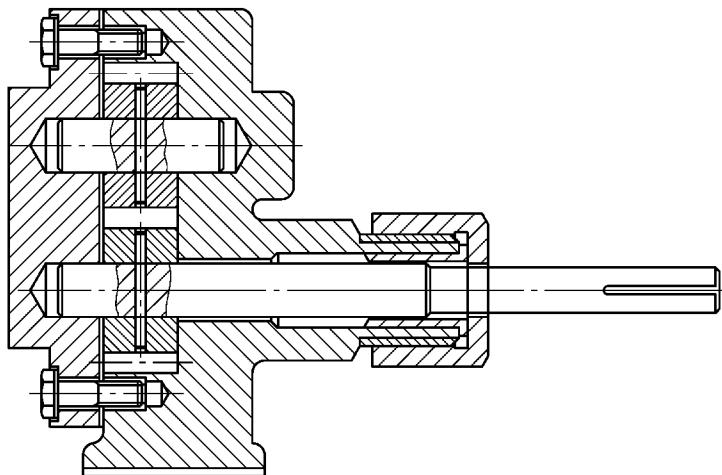

图 12-23 插入另一个六角头螺栓
- 19) 同 18) 插入另一个六角头螺栓。分解两个六角头螺栓并修改主视图，如图 12-23 所示，完成主视图。